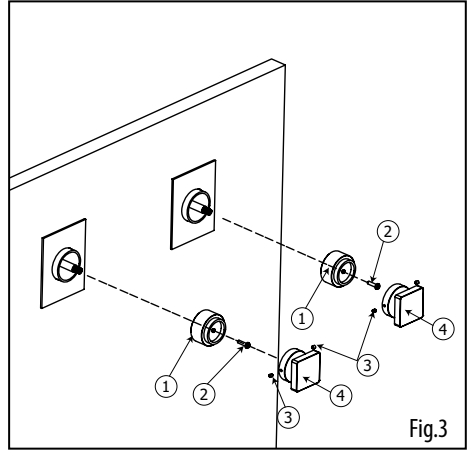

Fig.3
Insert the shut-off handle adapters (1) onto the shut-off valve broaches. Secure them with supplied screws (2). Afterwards, insert handles (4) to all adapters and secure each of them with 2 supplied set screws (3) (fig.3).
Placer les adaptateurs (1) sur la tête des valves d'arrêt. Les fixer avec les vis (2) fournie. Ensuite, insérer les poignées (4) sur les adaptateurs et fixer chacune avec les 2 vis de retenues (3) fournies (Fig.3).
Insert the thermo broach extension (6) onto the thermo cartridge broach. Afterwards, insert the thermo handle adapter (7) onto the thermo broach extension (6). Make sure the temperature limit stopper button is aligned with the 100°F / 38°C mark on the trim (5) (fig.3). Secure the adapter with supplied screw (8). Insert handle (9) and secure it with the 2 supplied set screws (10).
Insérer la rallonge pour cartouche thermostatique (6) sur la cartouche thermostatique. Ensuite, insérer l'adaptateur (7) sur la tête de la rallonge (6). Assurez-vous que le bouton du limiteur de température soit aligné avec la marque de 100°F / 38°C inscrite sur la plaque (5) (Fig.3). Fixer ensuite l'adaptateur (7) avec la vis (8) fournie. Insérer la poignée (9) sur l'adaptateur et la fixer avec les 2 vis de retenues (10) fournies.